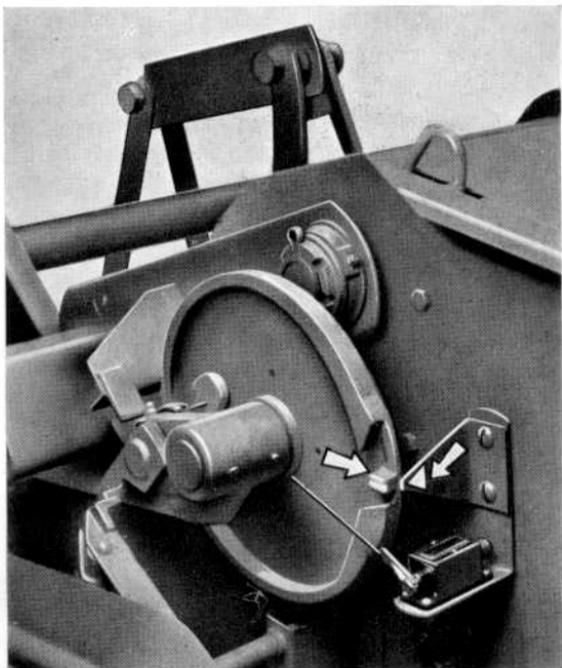

Fig. 14
- S'assurer ensuite que l'index peint sur la came de déclenchement des noueurs est en face de l'index triangulaire fixé sur le flanc de la machine, et mettre en place la chaîne de commande des noueurs (fig. 14).